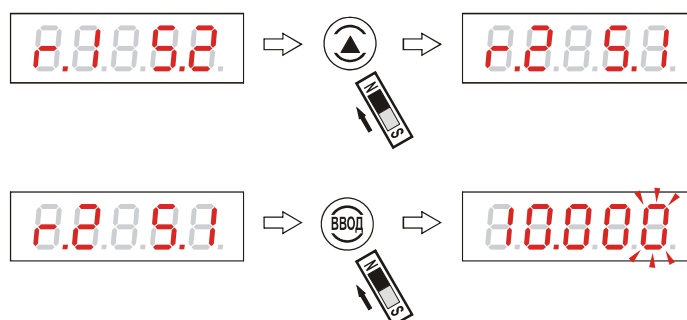

Рисунок 49 - Переход к вводу значения уставки 1 реле 2
2.8.14 Для входа в подраздел программирования значения уставки 1 реле 2 “r.2 S.1” необходимо выбрать этот подраздел кнопкой «↑» и “нажать” «ВВОД», рисунок 49: